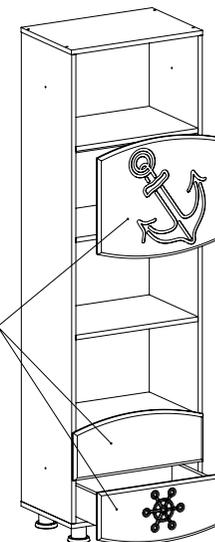

Рис.10
- Скрепить при помощи конфирматов 7х50 боковины ящика 8, 9 и задник ящика 10. Вставить в паз дно ящика из ДВП. При помощи конфирматов 7х50 соединить фальш-панель 11 с боковинами ящика 8, 9. Установить фасад ящика на боковины 8, 9 и прикрутить при помощи шурупов 4х30 к фальш-панели 11 (Рис. 10).